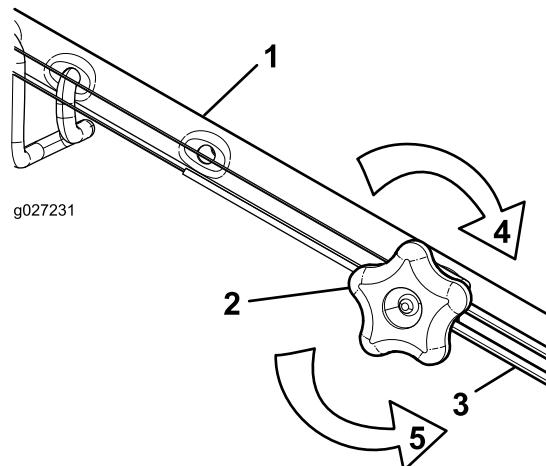

Figura 30
2. Ajuste la tensión del cable (Figura 30) tirando del mismo hacia atrás o empujándolo hacia adelante, y manténgalo en esa posición.
1. Gire el pomo de ajuste en sentido antihorario para aflojar el cable (Figura 30).